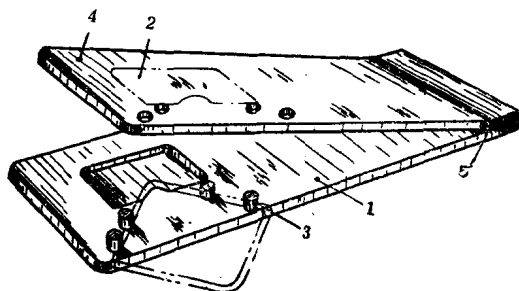

图10 薄板修边模
2. 修边模 制件的修边，可以采用薄板修边模（图10）。它是由凹模1、凸模2、导正销3、凸模固定板4和垫板5组成。